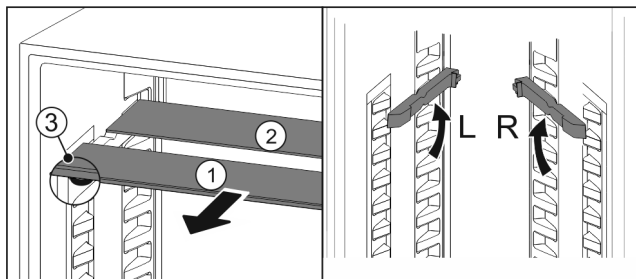

Fig. 125
- ▶ Húzza ki Fig. 125 (1) előre az üveglapokat egyesével.
- ▷ Az üveglap Fig. 125 (1) a díszléccel előre néz.
- ▷ Az ütközők Fig. 125 (3) lefelé mutatnak.